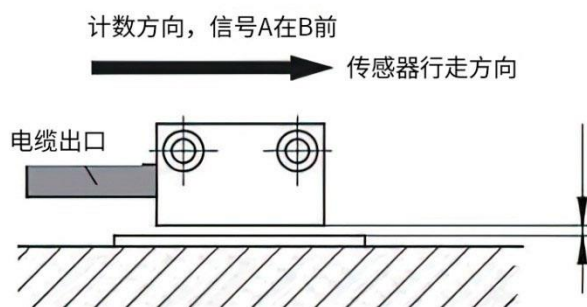
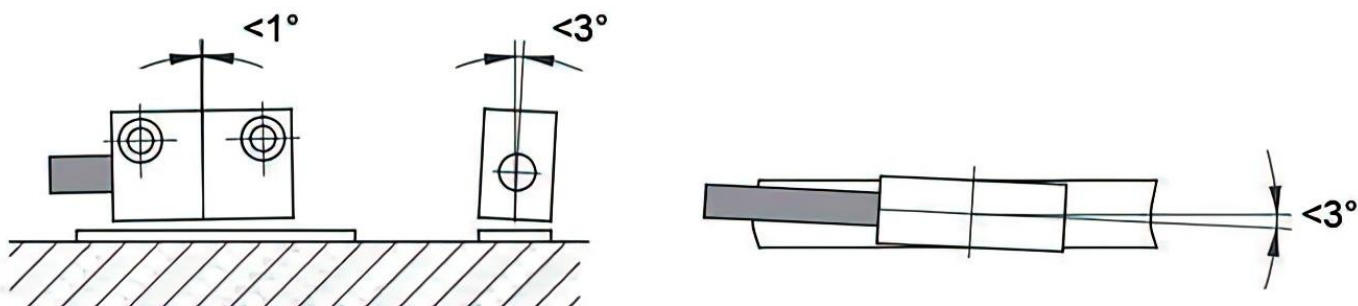

图 2-6 计数方向定义/安装
图 2-7 最大偏差
- 读数头必须与计数方向对齐 (见图 2-6)，如果计数方向会随跟踪电子装置（例如磁显示装置）而改变，则可以忽略。
- 安装磁栅尺读数头时，要确保磁条和读数头之间的间隙，应确保整个测量长度方向的最大偏差(见图 2-7)
- ◆ 观察在总行进距离中磁栅尺读数头和磁条之间的间隙是否超过容忍距离或读数头是否与磁条接触(见图 2-6、图 2-7)。